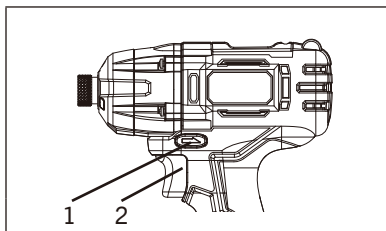

FIG. 5
L'interrupteur de marche avant/arrière (1) est commodément monté devant la gâchette (2), pour plus de commodité (Fig. 5). Pour faire tourner la visseuse à chocs dans le sens horaire pour visser les vis, poussez l'interrupteur de marche avant/arrière vers la gauche. Pour faire tourner la visseuse à chocs dans le sens antihoraire pour dévisser les vis, poussez l'interrupteur de marche avant/arrière vers la droite.
2. Réglez l'interrupteur marche avant/arrière sur « avant » (Fig. 5).
1. Poussez le bouton de marche avant/arrière vers la DROITE pour retirer les écrous (Fig. 5).